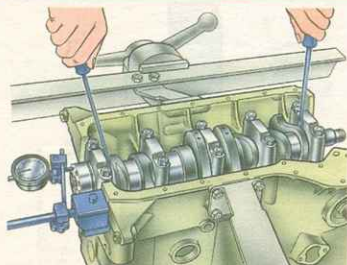

Рис. 3.39. Проверка осевого зазора коленчатого вала
– установите индикатор на магнитной подставке и вставьте концы двух отверток, как показано на рис. 3.39;